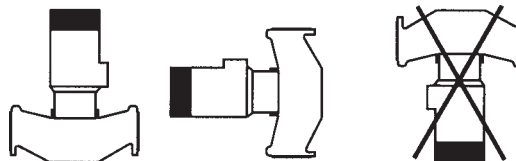

Figure 1
1. Les groupes monobloc (pompes sur moteur) SFH peuvent être installés sur une surface inclinée ou verticale. (See Figure 1 for SFC installation positions.)